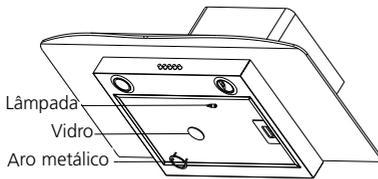

Fig. 26
- Para o modelo de coifa Vetro Wave 90 seguir da seguinte forma para retirar a lâmpada: com o auxílio de uma chave de fenda retire o aro metálico e a lente de vidro em seguida retire a lâmpada do soquete [fig. 26].